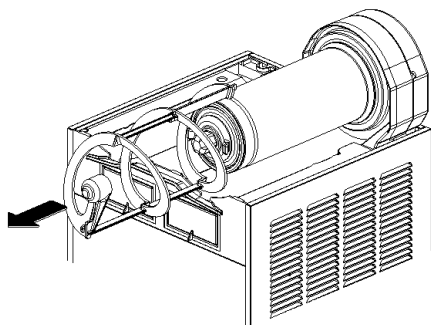

figura 9
- 3 Desenfilan del evaporador el rascador exterior (ver figura 9)